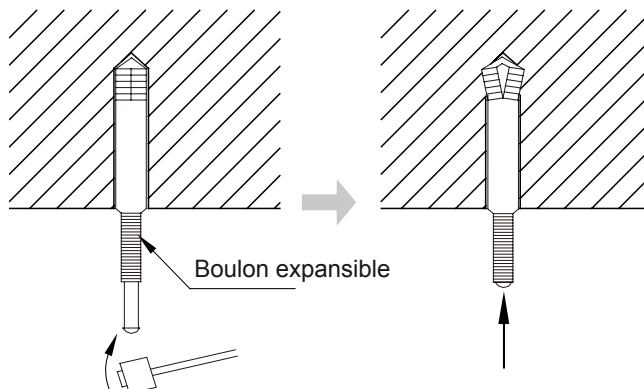

Fig 4.1.4
- 2) Insérer le boulon expansible M10 dans l'orifice, puis enfoncez le clou dans le boulon, comme indiqué sur la fig. 4.1.4.